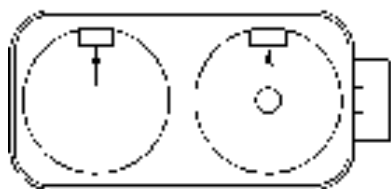

Рисунок 3. Батарейный отсек
3.4.2. Новые элементы питания (2 шт.) типоразмера D необходимо установить в отсек батарейный, в соответствии с полярностью, указанной на внутренней стороне крышки отсека. Для открытия крышки батарейного отсека необходимо повернуть ручку крышки в положение «ON». Для выемки разряженных элементов питания необходимо отогнуть удерживающие прижимы (показано стрелками на рис. 3).